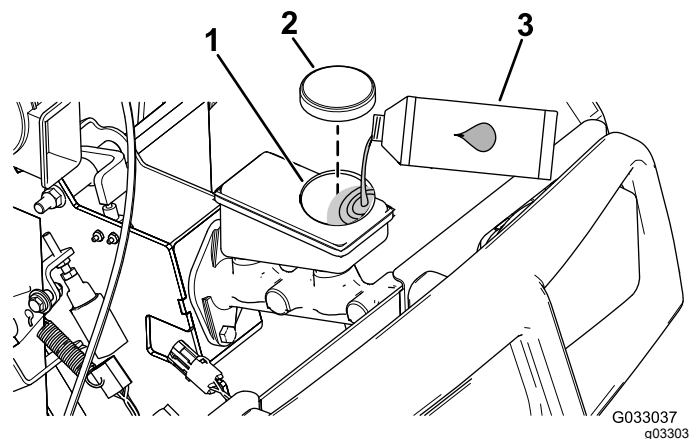

Рисунок 65
4. Поднимите капот, чтобы получить доступ к главному тормозному цилиндру и бачку (Рисунок 65).
- A. Очистите область вокруг крышки бачка и снимите крышку (Рисунок 65).
- C. Установите на место крышку бака (Рисунок 65).